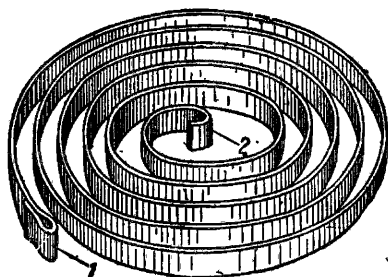

Рис. 36. Пружина магазина:
**Пружина магазина** (рис. 36) служит для вращения верхнего диска при подаче патронов к окну приёмника. Внутренним концом, имеющим зацеп, она соединена с вырезом оси дисков, а другим, имеющим петлю, — со штифтом верхнего диска.